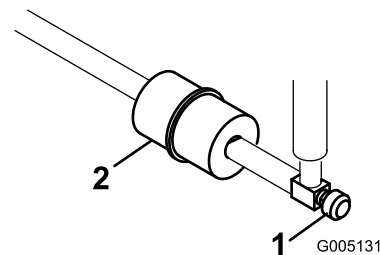

図 42
インラインタイプの燃料フィルタが、燃料タンクとキャブレタの間に設置してあります 図 42。
- 燃料バルブを閉じる 図 42。
- フィルタの下に回収容器を置き、フィルタのキャブレタ側のホースクランプをゆるめて燃料ラインからフィルタを外す (図 42)。
- もう一方のホースクランプをゆるめてフィルタを取り出す 図 42。